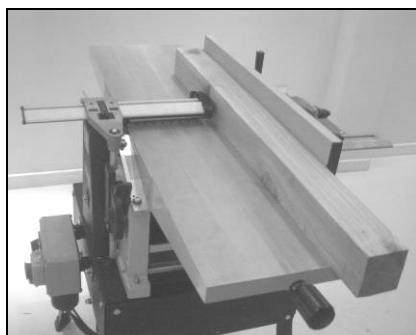

Fig 67
- Placez la surface de référence (1) bien à plat sur la table d'entrée et calez la pièce de bois contre le guide (Fig 67).